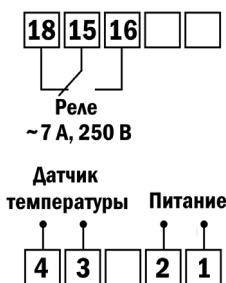

Рис. 5 – Схема подключения
1. Подключите прибор согласно схеме подключения (рис. 5).